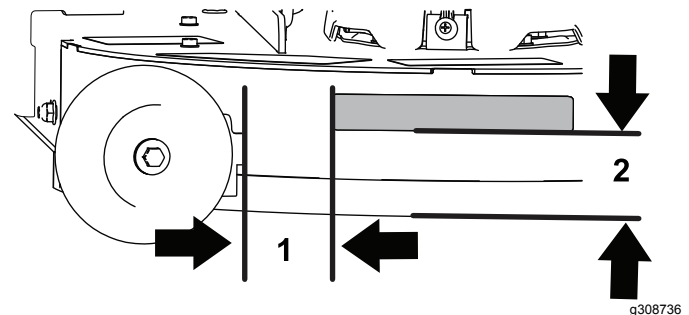

Figure 4
1. Apposez l'autocollant sur le tablier de coupe à l'emplacement indiqué sur la Figure 4.